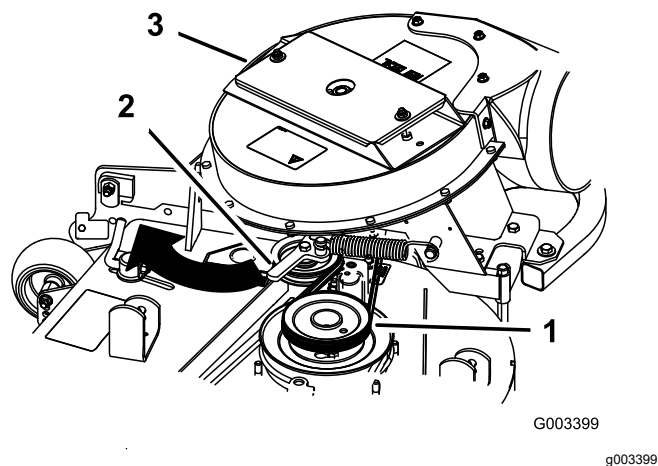

Figura 20
5. Retire la polea tensora tensada con muelle y enrute la correa alrededor de la polea de la carcasa de corte (Figura 20).